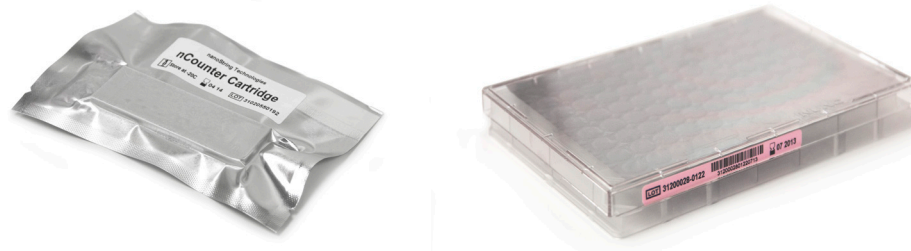

ABBILDUNG 5.8: Versiegelte Proben-Cartridge (links) und Dx-Reagenzienplatte (rechts)
7. Cartridges und Reagenzienplatten (ABBILDUNG 5.8) müssen vor der Verarbeitung auf Raumtemperatur erwärmt werden.